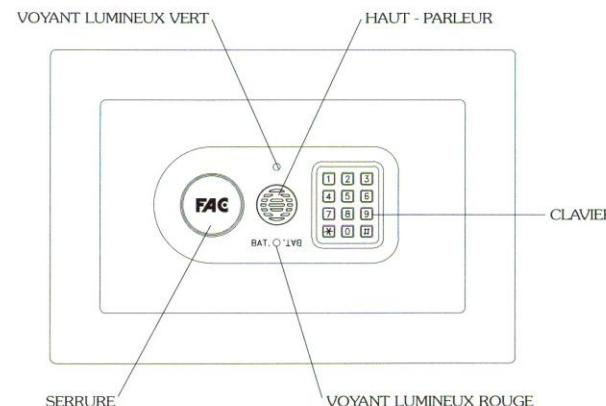

FIG. 1
Les étapes à suivre pour ouvrir le coffre (voir fig. 1) sont:
1. Enfoncer la touche d'allumage « \* ». On entendra alors le son invitant à composer un code et le voyant lumineux vert s'allumera de façon fixe (voir fig. 1).
1. Introduire la clé de secours 1 dans la serrure (voir fig. 1) et tourner un demi-tour à droite. Extraire la clé.